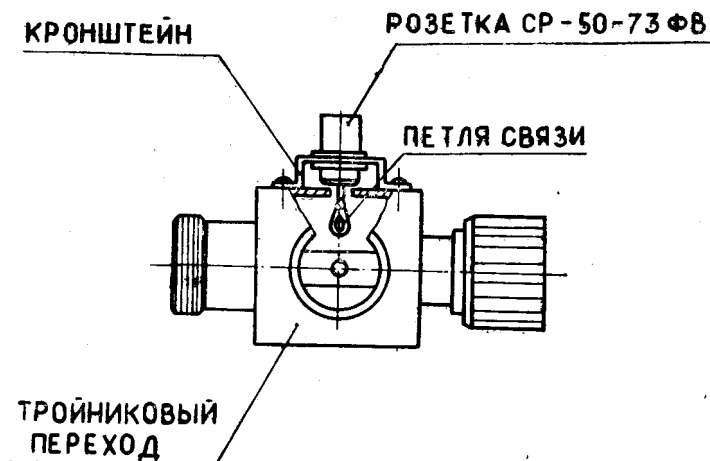

Рис. 2
- 3) установить розетку с помощью кронштейна на корпус тройника так, чтобы петля оказалась внутри тройника на расстоянии около 5 мм от центрального проводника. При этом необходимо обеспечить надежный электрический контакт между корпусами розетки и тройника. Эскиз доработки изображен на рис. 2.